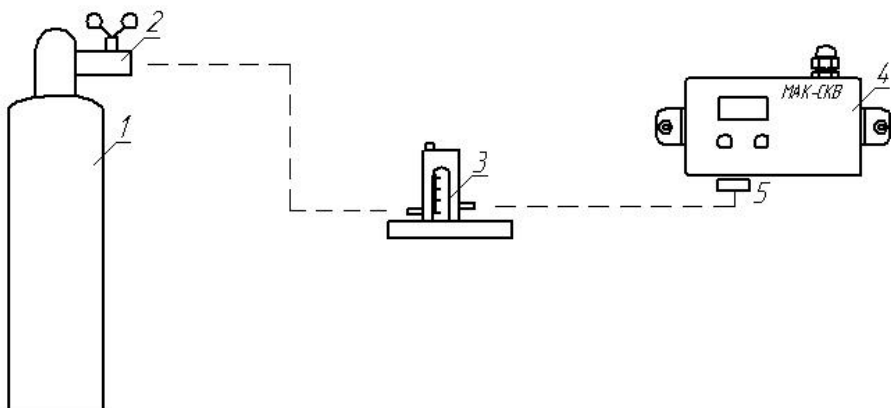

Рис. 1. Принципиальная схема газовой установки для поверки стационарных ГС серии ИГС-98 от баллонов со сжатыми газовыми смесями ПГ-ГСО.
3.5.1. Проверку ГС на чувствительность к таким газам, как СО, производят на установке, представленной на рис. 1, с использованием сжатых аттестованных пневмогазовых смесей (ПГС-ГСО) в баллонах.